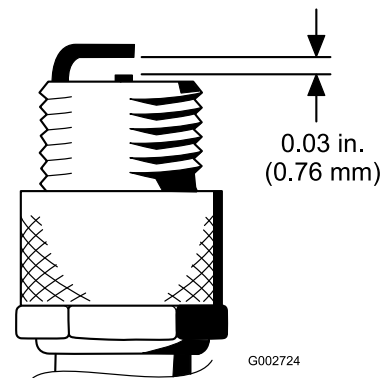

図 43
4. エアギャップを 0.76mm に調整する (図 43)。